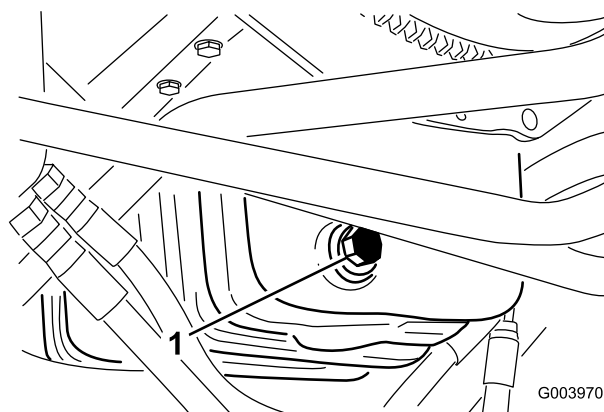

Figure 36
1. Retirez le bouchon de vidange (Figure 36) et laissez couler l'huile dans un bac de vidange.